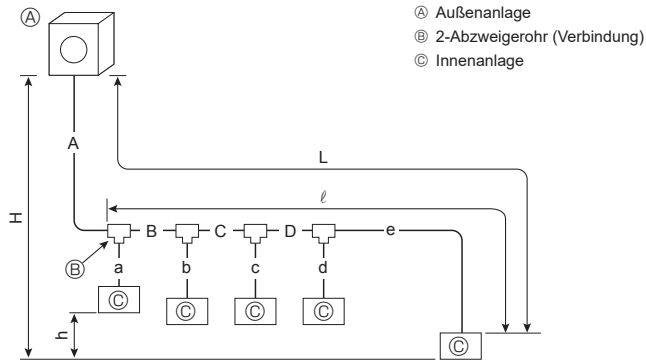

Abb. 4-3 (a)
4.3.1. Verbindung ohne Abzweigkasten (Abb. 4-3)